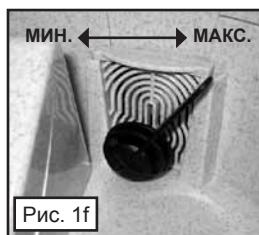

Рис. 1f
- 10) Выставьте желаемый расход воды при помощи рукоятки регулировки расхода, расположенной справа от наклонной плоскости. В положении на 60 градусов влево от вертикали струя будет слабой, в положении 60 градусов вправо от вертикали - сильной. (Рисунок 1f)